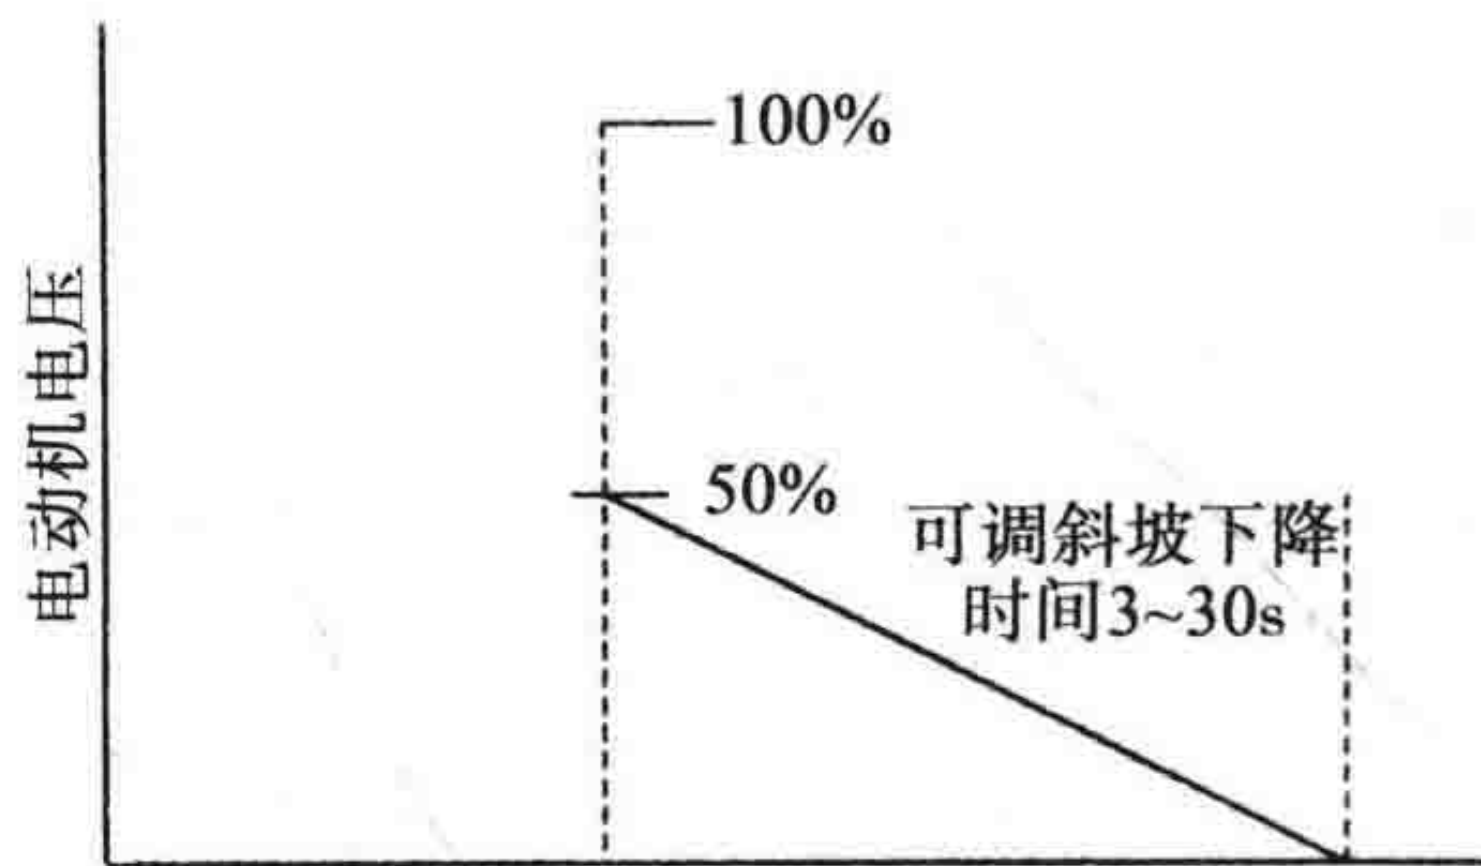

图 13-17 B-4E 模块 (Square D 产品)
**加速 / 减速 (B-4E 模块)** 此选项提供了软起动和软停止。起动特性与斜坡电压起动的 B-4C 模块相同。该选项也允许在 3~30s 的可调时间内线性减小电动机的电压从 50% 到 0%，从而提供一个软停止。紧急停止的规定也包括在内 (见图 13-17)。